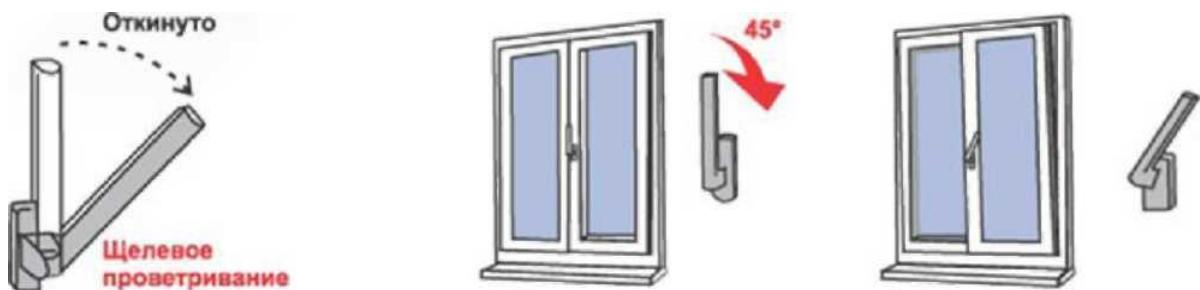

Рис.3
5) Для перевода створки в положение «Проветривание» ручку поворачивают из положения «Откинуто» в положение «Проветривание» на 45 градусов (см. Рис. 3) При этом створка окна (после небольшого поворота